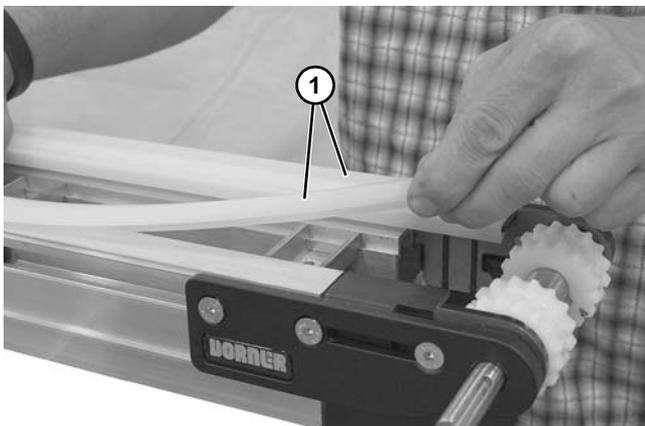

Abbildung 65
2. Obere Verschleißstreifen (**Abbildung 65, Teil 1**) abnehmen.